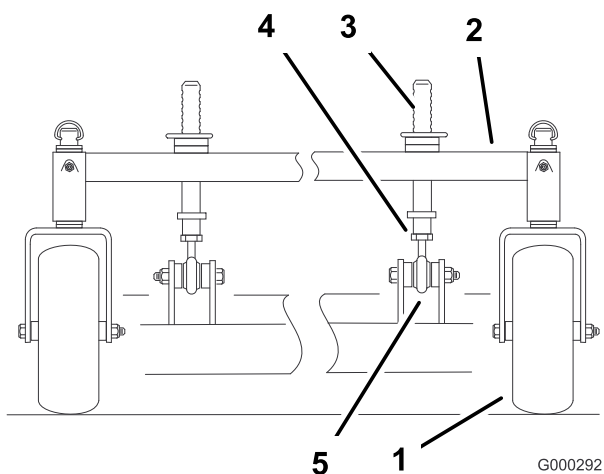

Figure 57
- Vous pouvez régler les montants de hauteur de coupe avant pour modifier l'inclinaison avant/arrière (Figure 57).
2. Pour élever l'avant du plateau de coupe, desserrez le contre-écrou et tournez la goupille avant dans le sens horaire (Figure 57).
3. Pour abaisser l'avant du plateau de coupe, desserrez le contre-écrou et tournez la goupille avant dans le sens antihoraire (Figure 57).
6. Resserrez les écrous de blocage (Figure 57).